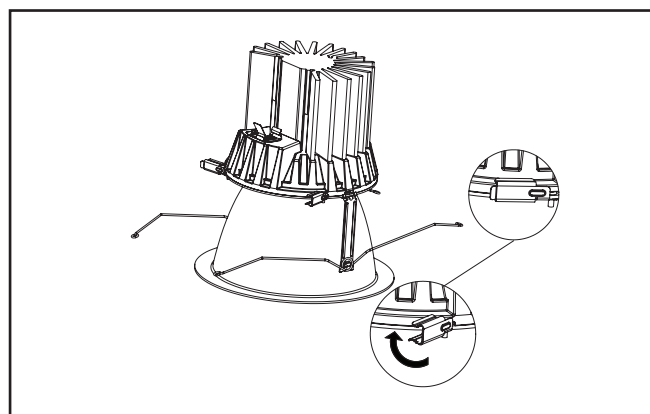

Figure 34
6. Tournez les attaches latérales (3) en place pour fixer l'assemblage de la garniture au moteur lumineux à DEL en toute sécurité (Figure 34)